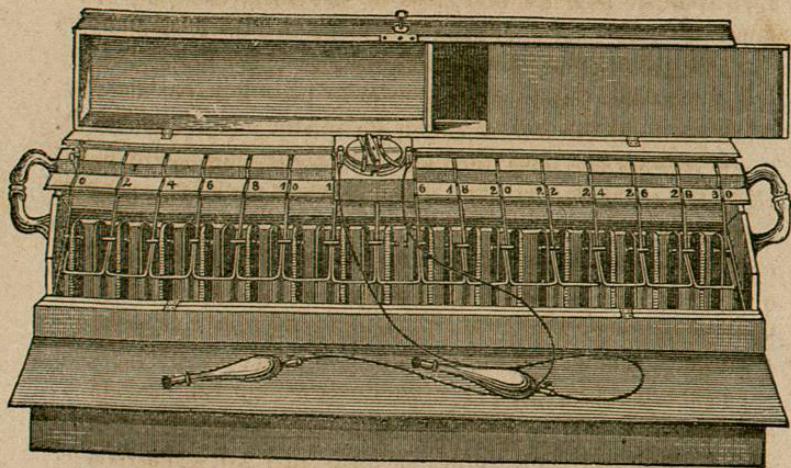

Fig. 9.
b. La *batterie d'hôpital* se compose de 30 à 40 couples, contenus dans une caisse de chêne (fig. 9); les prix sont de 210 francs et 260 francs. Elle est beaucoup plus lourde que la précédente, dont elle diffère encore par quelques autres particularités. Les cellules ne sont pas de vulcanite, mais de verre, et sont placées dans une boîte, subdivisée en deux compartiments, dont chacun contient quinze ou vingt vases. Cette boîte se soulève à peu près de la même façon que dans la batterie portative et se fixe à l'aide d'un tour de la tige d'ébène. L'appareil est pourvu d'un *traîneau* et d'un commutateur. Ce dernier diffère de celui de la batterie portative. C'est un cylindre de bois portant deux ressorts courbes, dont les extrémités antérieures touchent les bords de deux arcs de cuivre.